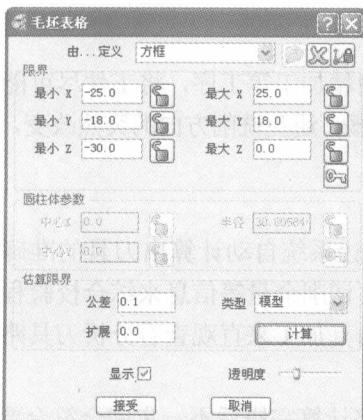
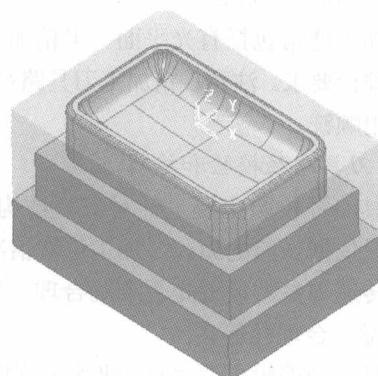

图 1-24 “毛坯表格”对话框
图 1-25 定义毛坯之后的模型
1) 在主工具栏中单击“毛坯”按钮 ，打开如图 1-24 所示的“毛坯表格”对话框，接着在对话框中单击 按钮，勾选“显示”复选框，再单击 按钮，毛坯定义完毕，如图 1-25 所示。